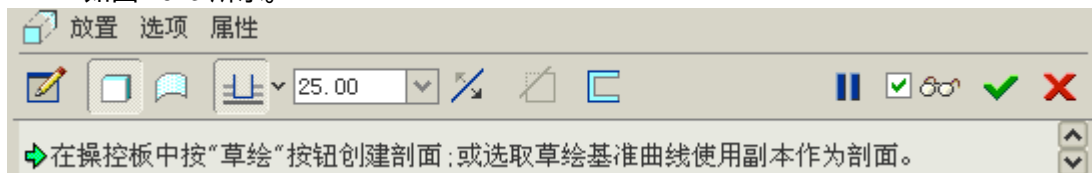

图 46-3
- (1) 单击拉伸工具按钮 ，打开拉伸特征操控板，设定拉伸长度为 25，其他各项设置如图 46-3 所示。